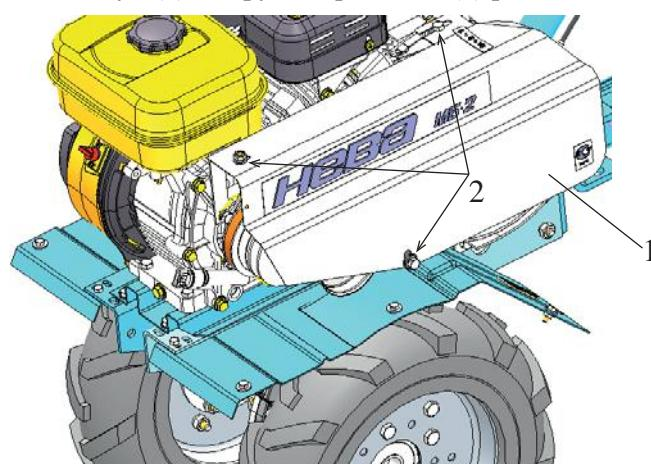
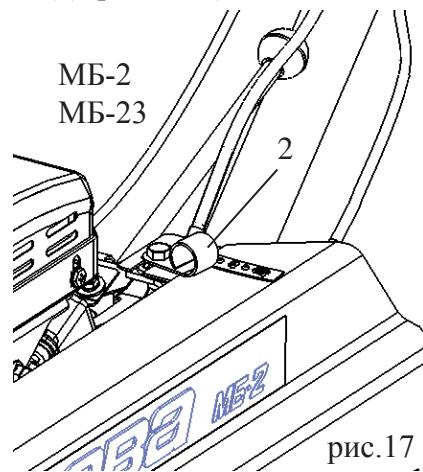

рис.3
рис.17
1. Снять защитный кожух (1), открутив три болта (2) рис.3.
Провести трос сцепления через мотоблок, как показано на схеме в приложении 2 (стр.20) и обязательно продеть трос сцепления через направляющую (2) рис.17;18. Крючок пружины троса (5) зацепить за скобу (4). Нажав рукой на рычаг сцепления (6) завести наконечник оболочки троса (2) в упор (3) (рис.23). Отрегулировать нажим натяжного шкива рычага сцепления (8) с помощью винта (10) и гайки (11) (рис.24).
7. Установить защитный кожух (1) и закрепить (рис.3). Установить направляющую троса (2) (рис.17;18).